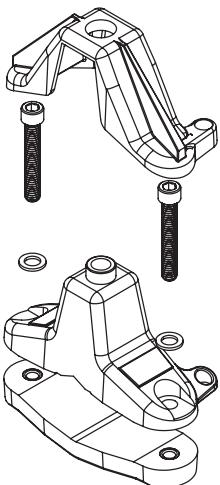

Figura 4
7. Para montar la **sección del cono de la nariz**, ubique el conjunto de montaje encima del travesaño delantero para asegurarse de que la caja para reels quede sobre el travesaño trasero con suficiente espacio para el montaje en el próximo paso. Una vez que encuentre la posición indicada, gire la unidad y ajuste los pernos reales para asegurar el **conjunto de montaje del cono de la nariz** en su lugar. Gire nuevamente la unidad y coloque los pies de la mordaza para el portaequipajes debajo del travesaño delantero. Asegúrela con la **arandela pequeña** y el **perno de la mordaza para el portaequipajes de 5,1 cm (2 pulg.)** (para el modelo Thule Xsporter, use los pernos de 6,4 cm [2,5 pulg.]), como se muestra en la **Figura 4**